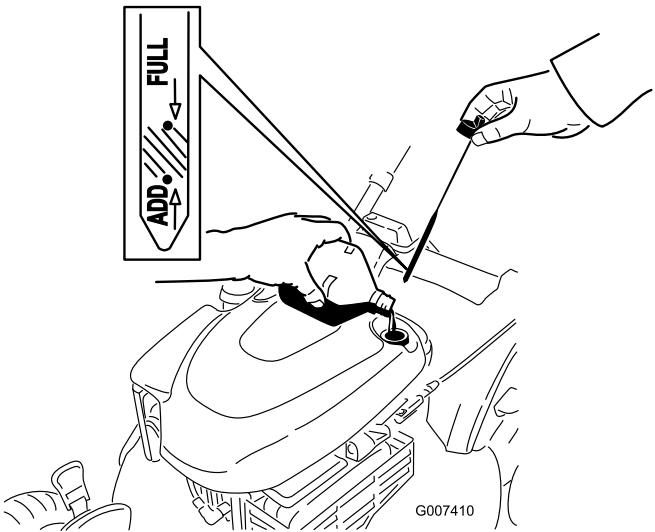

Figure 44
- Versez de l'huile **lentement** dans le goulot de remplissage pour faire monter le niveau de liquide jusqu'au repère du **plein** (Full) sur la jauge (Figure 44). **Ne remplissez pas excessivement.** (Remplissage max. : 0,59 l, type : huile détergente SAE 30 de classe de service API SF, SG, SH, SJ, SL ou supérieure.)